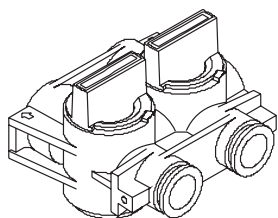

Figura 3
- Mover las asas de la válvula de desvío en posición perpendicular a los tubos (ver figura 3).